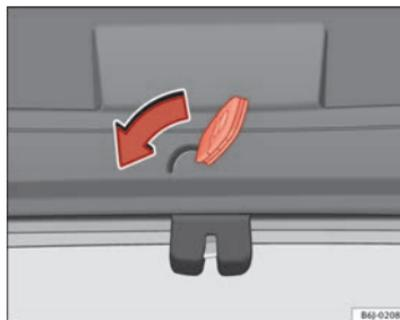

Fig. 50 Porta do porta-bagagens: abertura de emergência
- Introduza o palhetão da chave na ranhura e destranque o sistema de fecho, rodando a chave da direita para a esquerda, tal como indica a seta ⇒ Fig. 50.